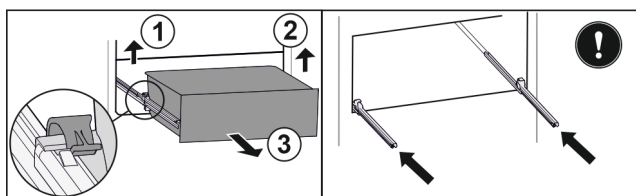

Fig. 129
- Zvedněte levou svorku a současně vytáhněte zásuvku vlevo dopředu. Fig. 129 (1)
- Zvedněte pravou svorku a současně vytáhněte zásuvku vpravo dopředu. Fig. 129 (2)
- Vyjměte zásuvku dopředu. Fig. 129 (3)